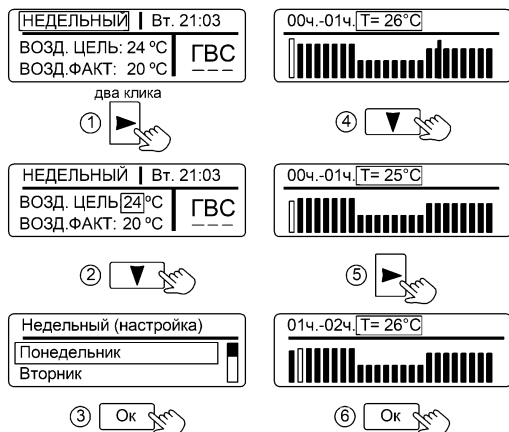

Рисунок 8. Настройка режима «НЕДЕЛЬНЫЙ»
**10.3 «НЕДЕЛЬНЫЙ»** – наиболее энергоэффективный режим отопления, учитывающий постоянные привычки и предпочтения пользователей. Режим «НЕДЕЛЬНЫЙ» позволяет настроить температуру воздуха в помещении индивидуально для каждого часа работы на протяжении всех дней недели. Последовательность настройки показана на рис.8. Кнопками «◀», «▶» выполняется переход по часам и дням недели, кнопками «▼», «▲» выполняется изменение значения температуры каждого часа.